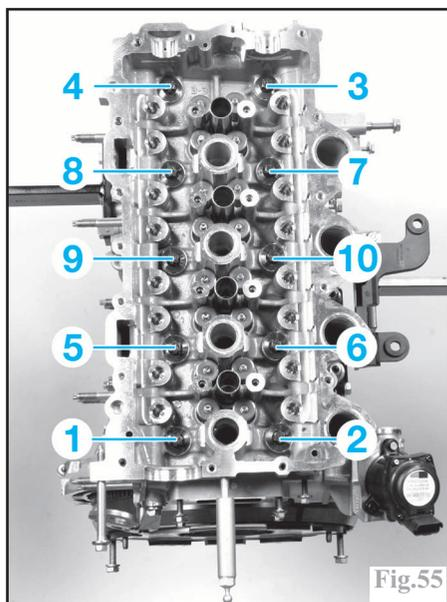

Fig.55
- les vis de culasse dans l'ordre indiqué (Fig.55).